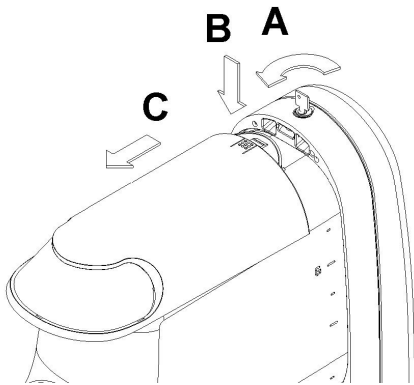

Bild 6
**1** Zum Entfernen des Deckels des Behälters, die obere Taste drücken und den Deckel nach vorne gleiten lassen. Falls sich ein Sicherheitsverschluss am Deckel befindet, den Schlüssel gegen den Uhrzeigersinn drehen, um die Taste freizugeben, die zum Öffnen benutzt wird (Bild 6).